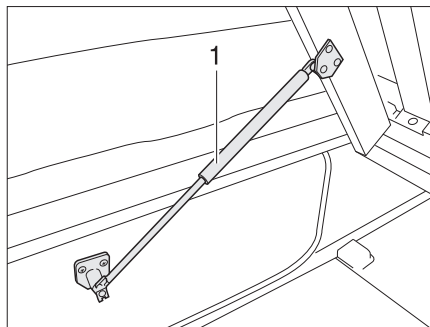

Bild 61 Fast säng
- Lyft ribbotten. Gasfjädrarna (Bild 61,1) håller kvar ribbotten i öppet läge.